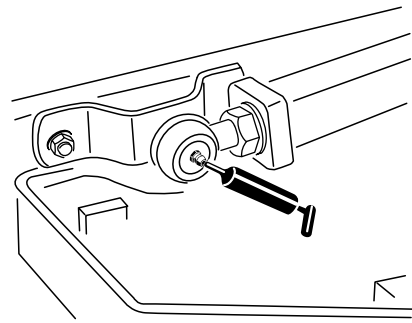

Figura 64
- Giunti sferici (2) del braccio di sollevamento (Figura 64)